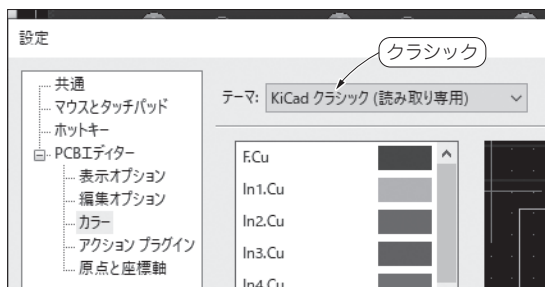

図1 KiCadの外観をクラシック・モードにした
2. 「カラー」を選択し、「テーマ」を[KiCadクラシック]に設定(図1)